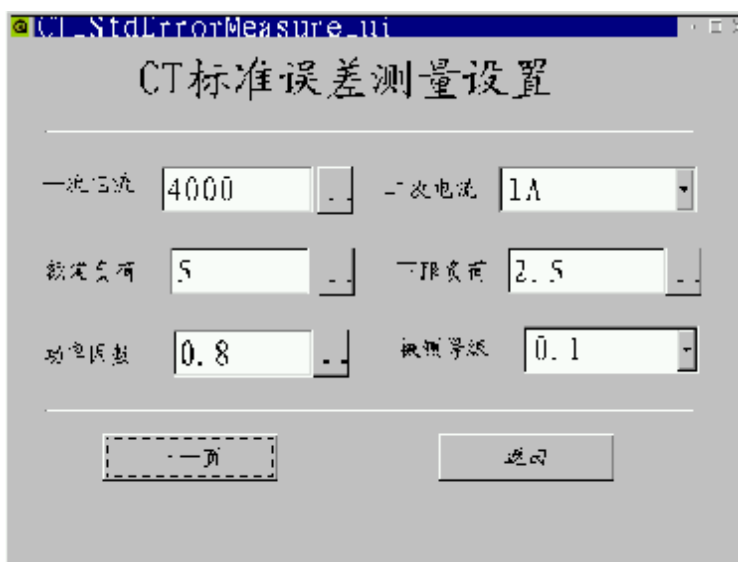

图 7
- 5、点击触摸屏的【CT 误差标准测量】处，按“确认”键进入图 7《CT 误差标准测量设置》页面。